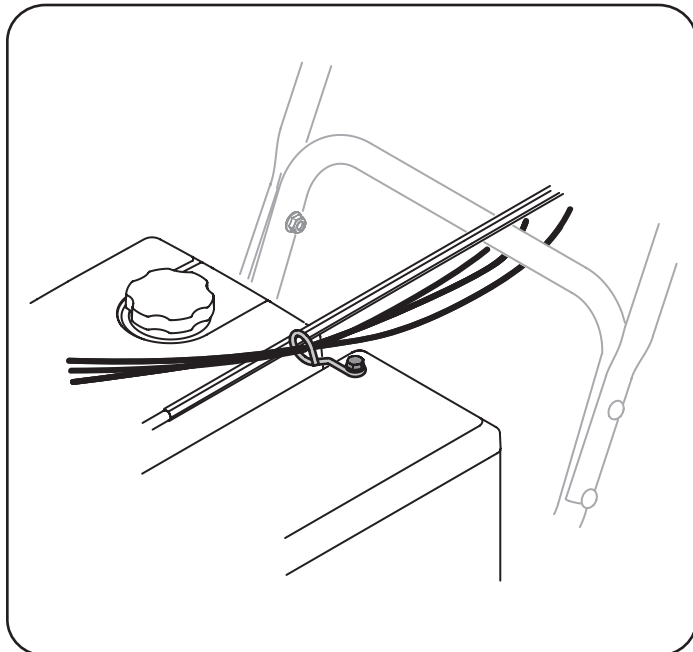

Figura 12
10. Controle que todos los cables estén adecuadamente dirigidos a través de la guía de cables en el motor. Vea la Figura 12.